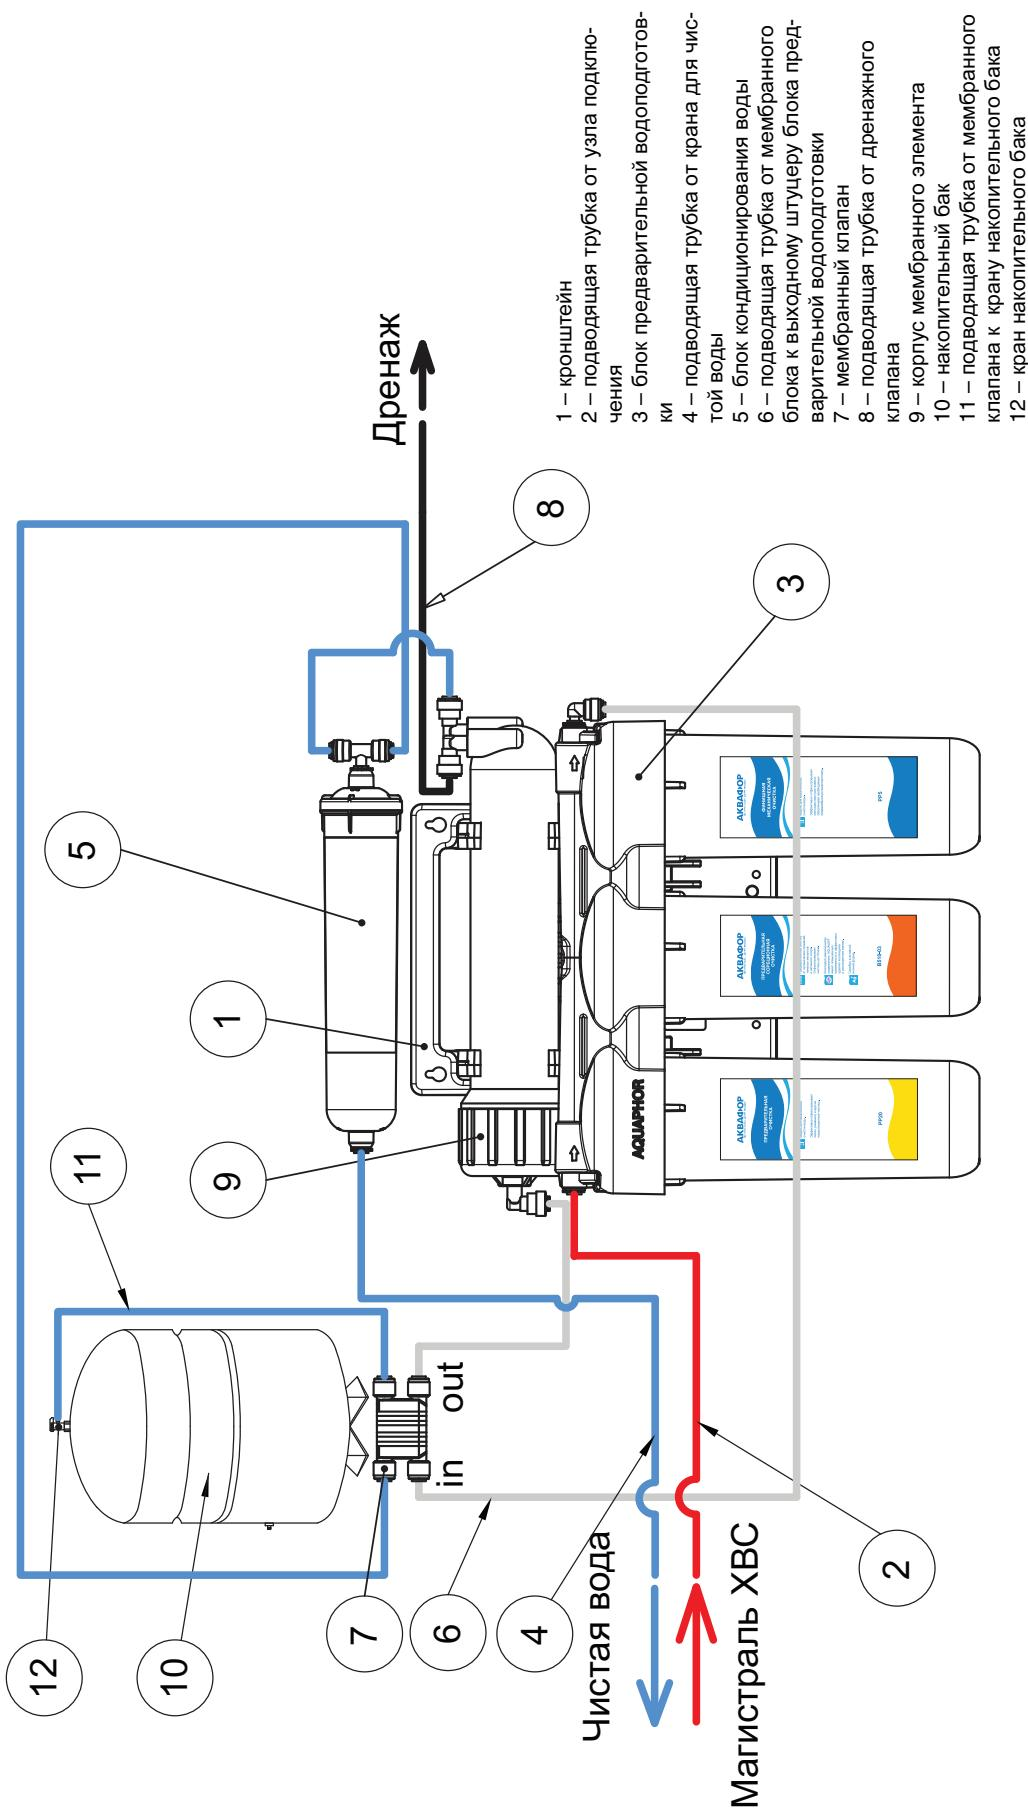

Рисунок 8. Схема установки водоочистителя для исп. Аквафор-ОСМО-050-5
ВНИМАНИЕ! Проверьте наличие ограничителя потока (рис. 2) в дренажной трубке (рис. 8, поз. 8). Важно не перепутать, каким концом вставляется трубка. Ограничитель потока должен находиться со стороны мембранным модуля.
5.7 Установка водоочистителя Аквафор-ОСМО исполнения Аквафор-ОСМО-050-5 (Рис. 8)
6.1. ПРОМЫВКА ФИЛЬТРУЮЩЕГО МОДУЛЯ АКВАФОР В510-03 в исполнении Аквафор-ОСМО-050-5 (Рис. 8)
- Отсоедините трубку JG (6) от штуцера мембранных клапана (7). Для этого выньте из под пластиковой втулки стопорную клипсу, нажмите на торец пластиковой втулки, вытяните трубку.
- Подсоедините трубку JG (6) (просто вставьте предварительно смоченный водой конец трубы во втулку мембранных клапана (7) до упора на глубину примерно 15 мм).
- Отсоедините трубку JG (15) от входного штуцера КПД (14). Для этого выньте из-под пластиковой втулки стопорную клипсу. Нажмите на торец пластиковой втулки и вытяните трубку.
- Подсоедините трубку JG (15) к входному штуцеру КПД (14).
6.3. ПРОМЫВКА НАКОПИТЕЛЬНОГО БАКА (Рис. 8, 9)
Для замены модуля кондиционирования воды (см. Рис. 8, 9):